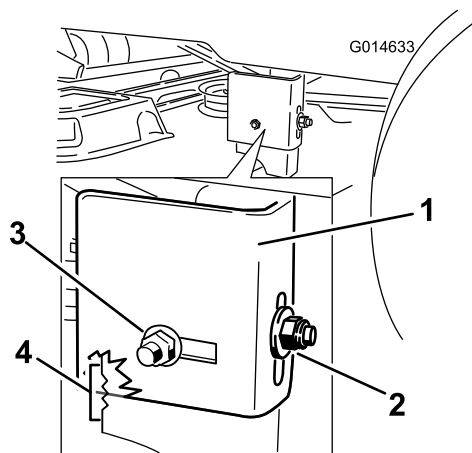

Figure 51
8. Vérifiez si le boulon de carrosserie latéral est dans la position fixe ou dans l'ouverture allongée (Figure 51).
9. S'il est dans la position fixe, déposez le boulon de carrosserie latéral et l'écrou de blocage latéral de la position fixe et installez-les dans l'ouverture allongée (Figure 51).
10. Desserrez l'écrou de blocage arrière sur le support (Figure 51).